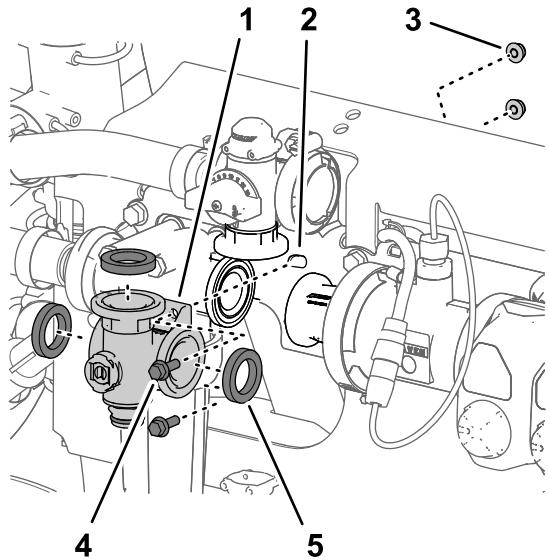
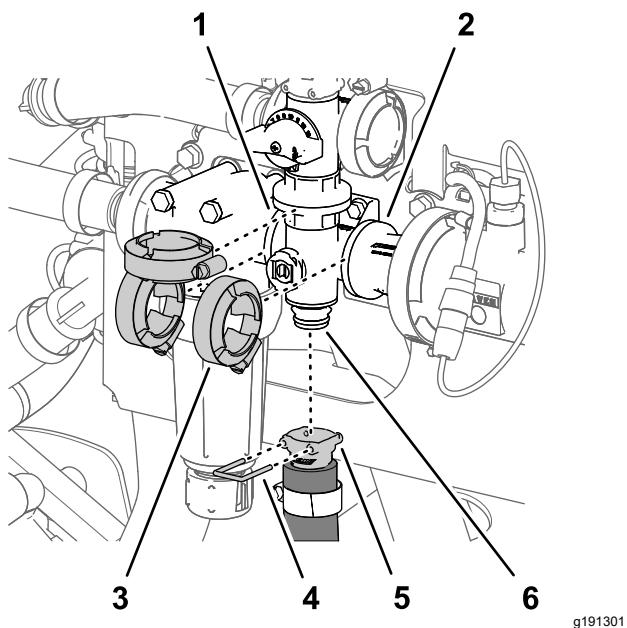

图 135
图 136
- 将搅拌阀歧管凸缘、3个垫片与搅拌旁通阀、压力式滤头和耦合适配器的凸缘对齐 图 135 和 图 136。
- 用在 拆下搅拌歧管阀 \(页码 72\) 中卸下的 3 个法兰夹具将搅拌阀歧管松松固定至搅拌旁通阀、压力式滤头和耦合适配器 图 136。
- 用手拧紧 3 个法兰夹具 图 136。
- 用快速连接销将搅拌软管的快速连接耦合器安装到搅拌阀歧管的快速连接接头上 图 136。